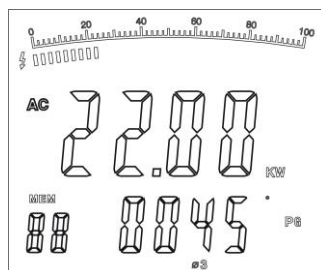

Figura 11
3. Após a gravação da medição de potência de corrente bifásica, pressione SEL de novo para selecionar $\text{Ø}3$. A tela dupla mostra o valor KW de potência ativa e o PG trifásico, como na figura 11.